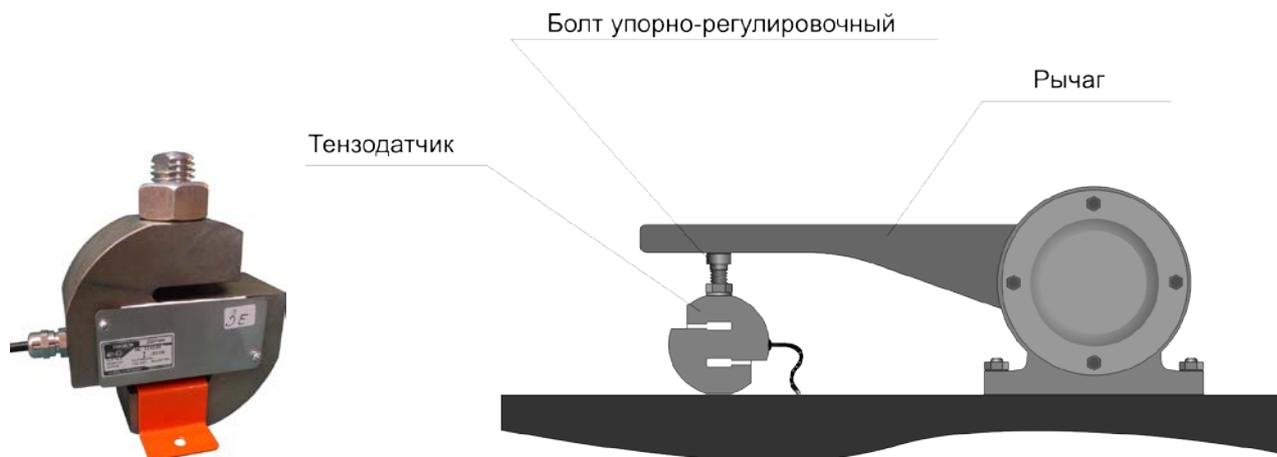

Рис. 5
- 2) датчик усилия АС-ДУС-03 1 шт, рис.5;
6.5. Датчик усилия на сжатие, монтируемый под силовой рычаг вместо концевого выключателя, Рис.5, представляет собой прибор, преобразующий усилие, создаваемое массой поднимаемого груза и массой грузозахватных органов, действующее на грузовой трос, в электрический сигнал. В качестве такого датчика использован S-образный датчик усилия фирмы "Тензо-М" класса точности 0,03%, рассчитанный на усилие 0,2т.